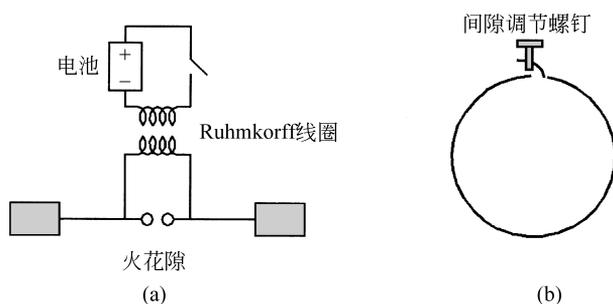

图 1.1 赫兹的火花隙发射机—接收机
的仪器(并且理想的情况是这个房间相对于波长而言是无穷大,这样,不想要的从墙壁或其他表面的反射可以忽略)。赫兹当时是一个级别低的教师,他设法搞了一间中等大小的实验室——内部面积大约是 $12\text{m} \times 8\text{m}$ 。^③ 赫兹明白这个实验条件的限制促使他必须寻求产生波长为米量级的信号。他通过实现爱尔兰物理学家 George Francis FitzGerald 的一个猜想,完成了这个任务。FitzGerald 在 1883 年提出了可能可以用当时已经知道的莱登瓶(Leyden jar)(即电容器)振荡火花塞放电来产生电磁波。赫兹意识到这些瓶的半屏蔽结构会妨碍辐射的有效性,他首先修改了 FitzGerald 的主意,将瓶中的圆桶形导体“展平”;然后他用直导线作为电感与这些平板导体连接起来。这样他就可以产生所想得到的频率为几百兆赫兹的谐振频率。在这个过程中,他也顺便发明了偶极子天线。最后,他用一个有缺口的环形天线解决了检测的问题。他的基本发射机—接收机装置见图 1.1。